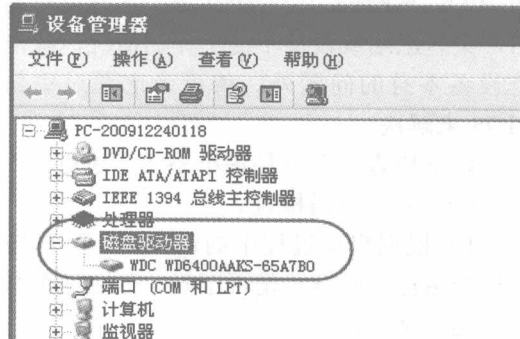

图 1-6 设备管理器中检测到的硬盘
1) 硬盘能否被系统正确识别,识别到的硬盘参数是否正确,如图 1-6 所示。